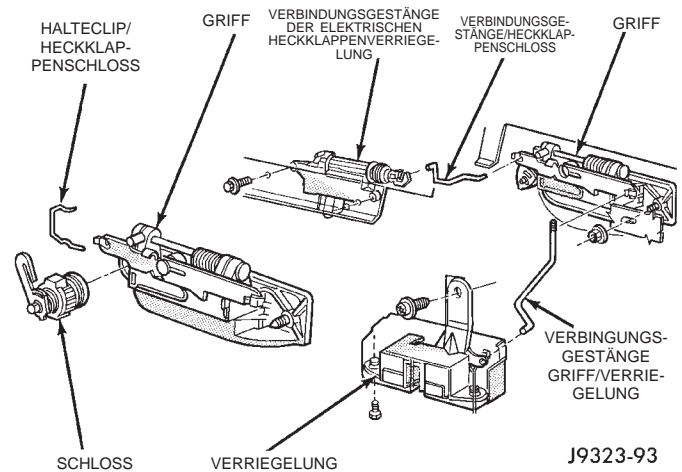
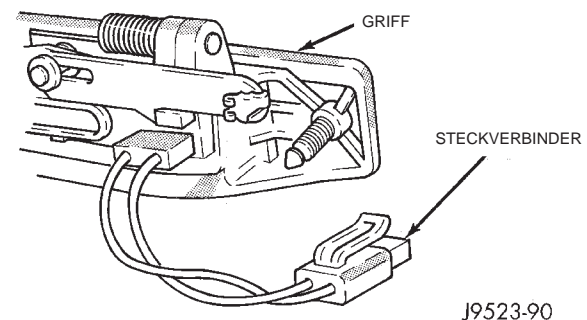

Abb. 63 Bauteile der Heckklappenverriegelung/ Heckklappenschloß
Abb. 64 Elektrische Heckklappenverriegelung
- (1) Untere Verkleidung der Heckklappe abbauen.
- (2) Heckklappenverriegelung abbauen und Verbindungsgestänge aushängen.
- (3) Haltemuttern lösen, mit denen der Griff an der Heckklappe befestigt ist (Abb. 63).
- (4) Außengriff von der Heckklappe abbauen.
- (1) Heckklappe öffnen und untere Verkleidung abbauen. Nach Bedarf näheres hierzu siehe die entsprechenden Arbeitsschritte.
- (2) Befestigungsschrauben der Heckklappenverriegelung lösen (Abb. 63).
- (3) Gestänge aus der Verriegelung aushängen.
- (4) Je nach Ausstattung, Steckverbinder der elektrischen Heckklappenverriegelung abziehen (Abb. 64).
- (5) Verriegelung von der Heckklappe abbauen.